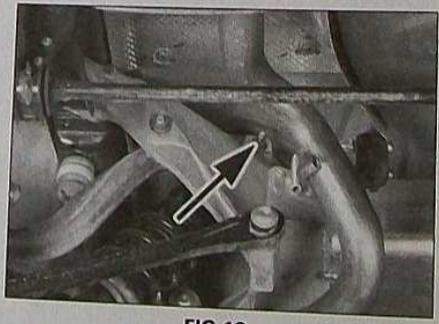

FIG.12
- Déposer la fixation supérieure de l'amortisseur gauche (Fig.12).